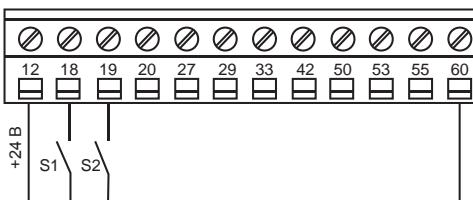

Рис. 1. Схема подключения клеммного поста ПЧВ1/ПЧВ2
- » импульсный пуск (форсированный) при кратковременном замыкании S1 с замкнутым S2 (рис. 1);